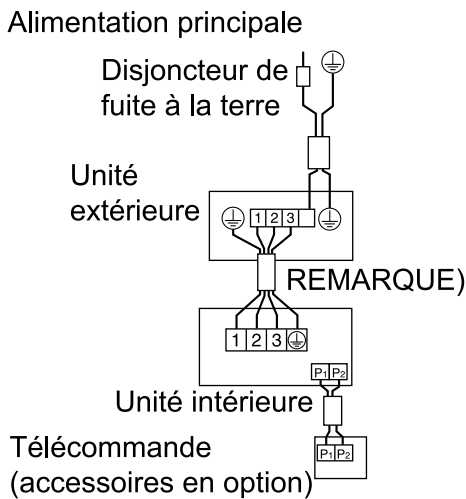

Fig. 24
- **Type en paire:** 1 télécommande commande 1 unité intérieure (système standard). (**reportez-vous à la fig. 24**)